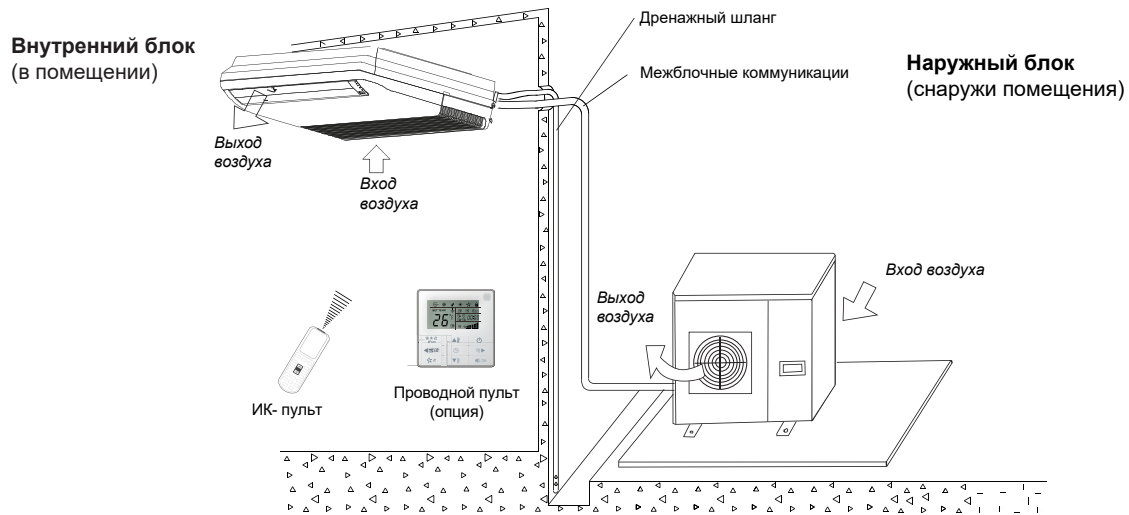

Рис.1.2
- Кондиционер состоит из наружного и внутреннего блоков, объединенных межблочными коммуникациями ( фреоновые трубки в изоляции, межблочный кабель (рис.1.2).